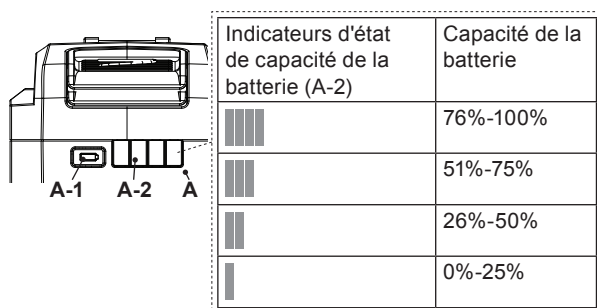

Fig. 5
La batterie (A) est équipée d'indicateurs d'état de capacité de la batterie (A-2) qui affichent la capacité restante de la batterie. Appuyer sur le bouton de capacité de la batterie (A-1) pour en vérifier la capacité (Fig. 5). Les LED restent allumées pendant environ 5 secondes.